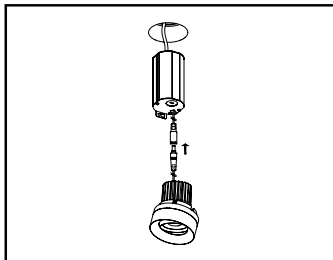

Figure 13
6. Put the J-box inside the ceiling and connect the wires for J-box and LED module. (see Fig. 13)
6. Placez le boîtier J à l'intérieur du plafond et connectez les fils pour le boîtier J et le module DEL. (voir Fig. 13)